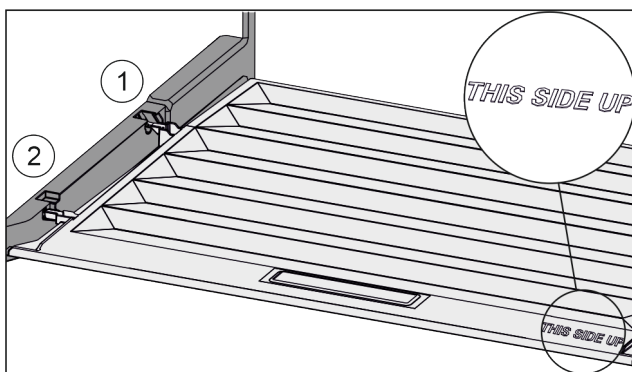

Fig. 46
- ▶ Пхнете шийките на капака през отвора в задния държач Fig. 46 (1) и фиксирайте отпред в държача Fig. 46 (2).